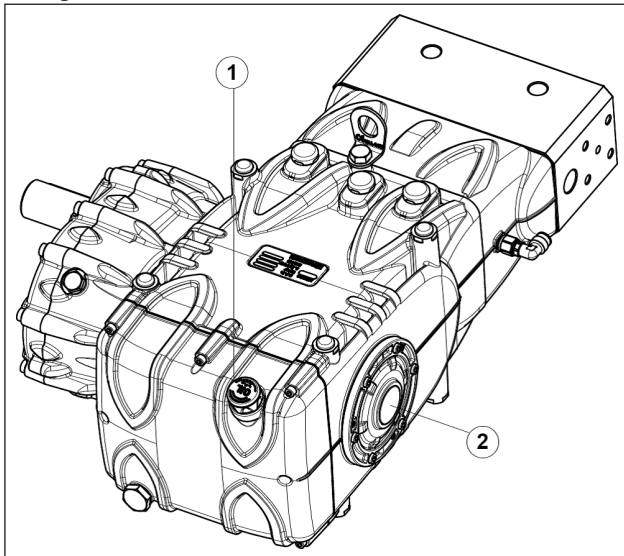

Fig. 16
5. L'huile dans le carter de la pompe est au bon niveau, en le vérifiant avec la jauge prévue à cet effet (rep. ①, Fig. 16) et exceptionnellement avec le témoin de niveau (rep. ②, Fig. 16).